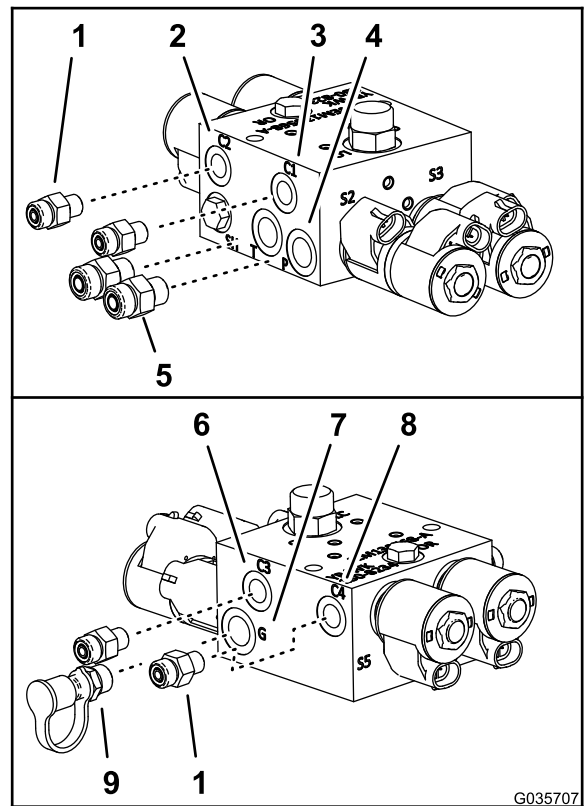

図 11
5. 新しいマニホールドに、ストレートフィッティング (図 11 ステップ 3 で外したものをポート P とポート T に取り付ける。
6. ウルトラソニックブームレベリングキットに入っているストレートフィッティング4個を、新しいマニホールドのポート C1、C2、C3、C4 に取り付ける 図 11。
7. ステップ4で外した診断用フィッティングとキャップを、新しいマニホールドのポート G に取り付ける 図 11。